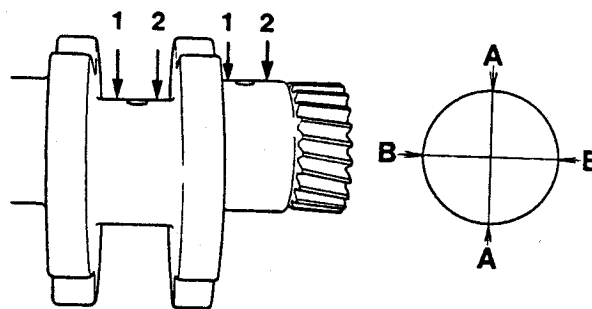

Fig. 72 Mesure de contrôle du vilebrequin
1. Vérifier l'usure et l'ovalisation avec un palmer. Mesurer les diamètres «A-A» et «B-B» aux points «1» et «2» (voir la figure 72).
1. Mesurer le diamètre intérieur de la bague aux points 1 et 2 comme le montre la figure 72, page 42. Mesurer dans les deux sens («A» et «B») pour chaque point.